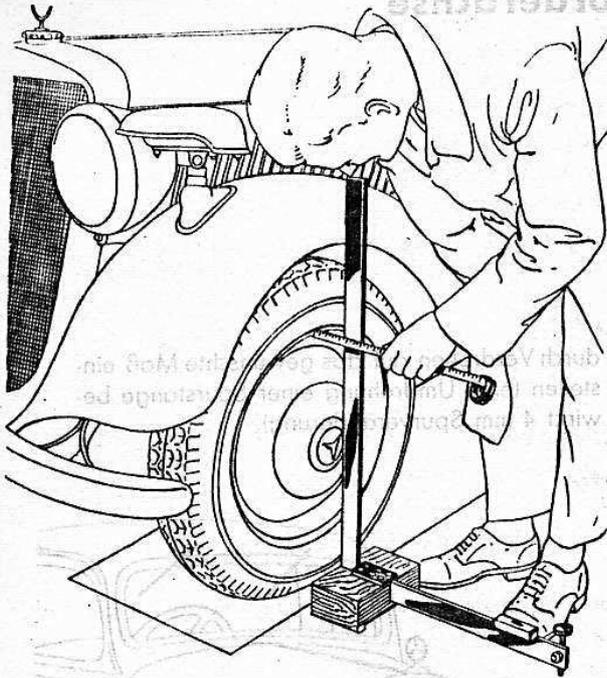

Bild 131
- Felge oben und unten messen. Der obere Abstand muß 6—8 mm kleiner sein, entsprechend 1° Sturz (Bild 131 und 132).